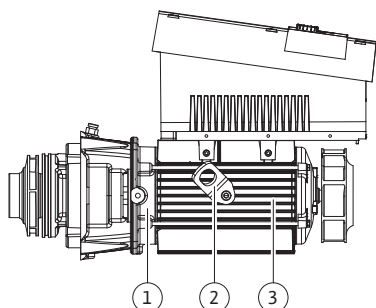

Fig. 13: Siseosakomplekt
Paigaldustechniliselt kuuluvad tööratas (Fig. 6, pos 6) ja distantsäärik (Fig. 6, pos 7) siseosakomplekti (Fig. 13).
Selleks eemaldatakse tõsteaasad (Fig. 13, pos 2), mootori äärikult (Fig. 13, pos 1), paigaldatakse mootori korpusele ja kinnitatakse samade kruvidega mootori korpusele (Fig. 13, pos 3).